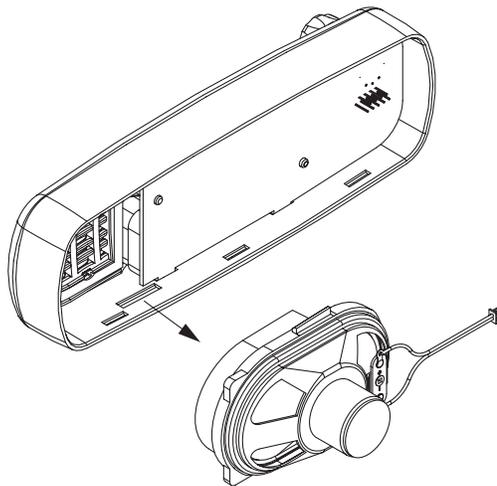

Figura 2-9 Retiro del altavoz y el tubo del altavoz
2. Desconecte el receptáculo del altavoz y retire el altavoz (Figura 2-9) con el tubo, extendiendo la cubierta del cabezal de control y extrayendo el tubo.